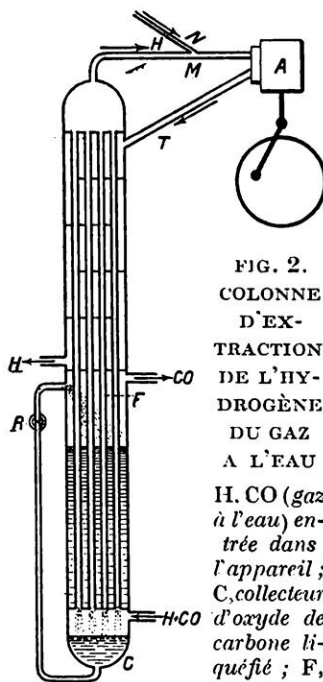

FIG. 2.
*Le coffre en bois qu'on voit à droite contient le dispositif de la figure 2 pour l'extraction de l'hydrogène du gaz à l'eau.*
par l'oxyde de carbone et l'hydrogène précédemment séparés. Il pénètre ensuite (fig. 2) par le collecteur *C* dans un faisceau tubulaire ascendant *F* dont la partie inférieure baigne dans de l'oxyde de carbone liquide. Sous l'effet combiné de la pression et des  $-190$  degrés du bain, l'oxyde de carbone du gaz à l'eau se liquéfie en majeure partie, retombe dans le collecteur *C* et va, par *R*, remplacer autour des tubes celui qui s'évapore. Les gaz restants s'élèvent dans le